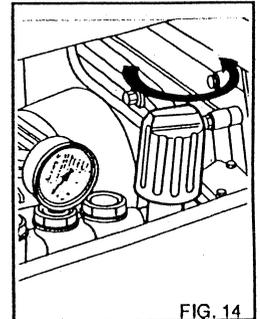

FIG. 14
5) Durch Betätigung Druckeinsteller, kann ders Druck des Wasserstrahls reguliert werden (Fig. 14).